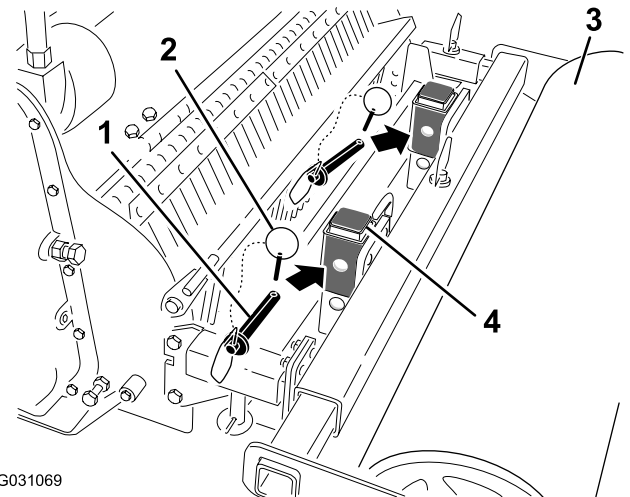

Figure 7
3. Enlevez les 2 goupilles des supports de montage de la lame niveleuse (Figure 7).